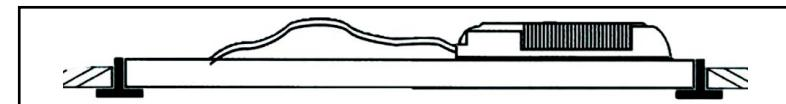
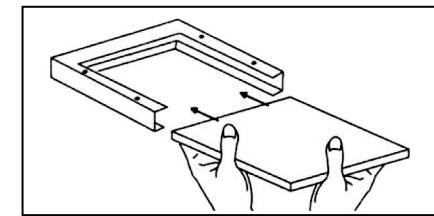

Рис. 2
Рис. 4
- Стационарное встраиваемое путём установки на Т-профиль (рис.2) и стационарное накладное с помощью каркасной рамы (рис.4).